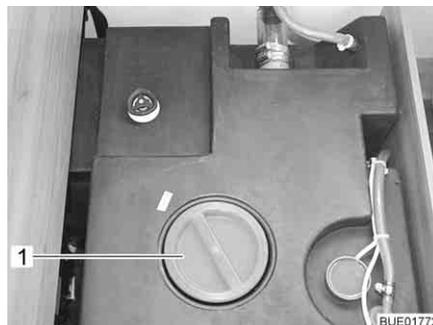
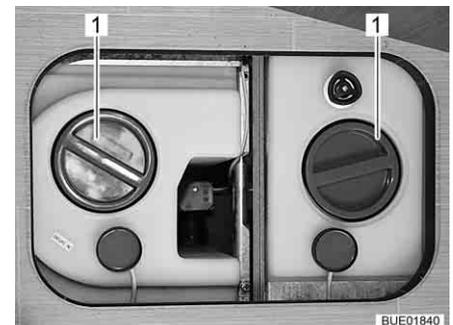

Fig. 258 Serbatoio dell'acqua con maniglia girevole (Viseo)
Fig. 259 Serbatoio dell'acqua con maniglia girevole (Elegance)
- Staccare il coperchio (Fig. 258,1 o Fig. 259,1) del serbatoio dell'acqua.